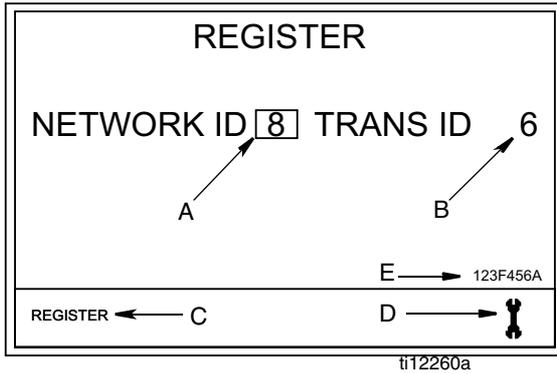

ABB. 5
4. Die EINGABE-Taste in der Mitte des Zähler-Tastenfelds drücken, um die Option REGISTRIEREN auszuwählen. Die Registrierungsansicht aus ABB. 5 erscheint.
1. Die Ansicht zeigt die dem Zähler gegenwärtig zugewiesene NETZWERK-ID (A) und die SENDE(empfänger)-ID (B) (ABB. 5).
2. Wenn die IDs in beiden Feldern stimmen und keine weiteren Änderungen notwendig sind, den Cursor mithilfe des LINKS- oder RECHTS-PFEILS über REGISTRIEREN (C) bewegen. Die EINGABE-Taste in der Mitte des Zähler-Tastenfelds drücken. Der Zähler kehrt zu seiner Anfangsansicht zurück.